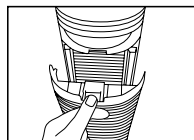

Fig. 10
6. Coloque las lengüetas que se encuentran en la parte inferior de la rejilla en la base de la unidad. Empuje suavemente hacia atrás hasta que escuche un clic que indica que la rejilla se encuentra bien firme. (Fig. 10)